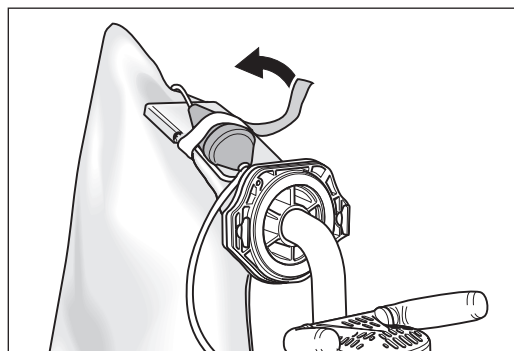

Bild 6 Sätt fast förlängningskabelns koppling på dammpåsen.
- 2 Sätt fast förlängningskabelns koppling med hjälp av kardborröglorna på dammpåsen (bild 6).